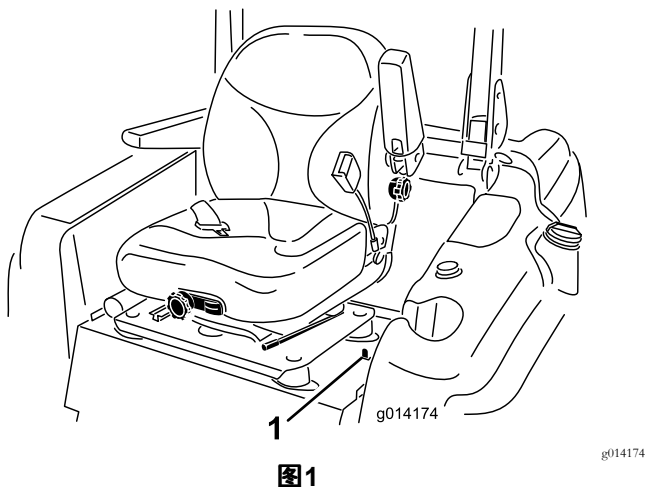

图1
5. 向后移动座椅门锁位于座椅左侧以松开座椅锁定然后向前拉动座椅顶部直到座椅向前倾斜并接触到方向盘图1。